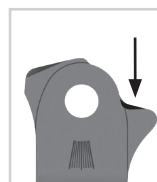

Fig. 23
- 1 Slip systemfotbøylen litt i området rundt nesen (fig. 23).